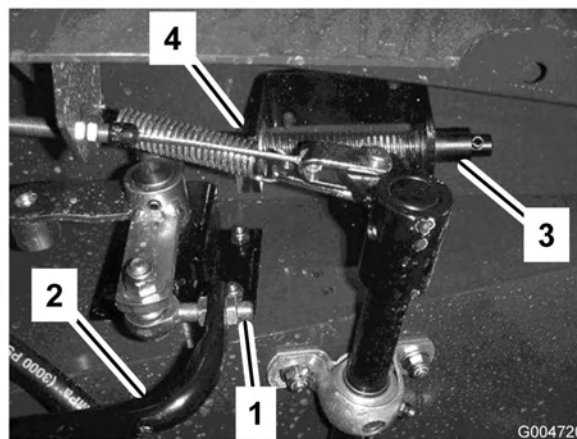

Figure 68
3. Desserrez les écrous de blocage à l'extrémité de la barre et réglez la longueur de la barre de déplacement (Figure 68) pour que la pédale touche la butée quand le levier de pompe arrive au bout de sa course. Resserrez les écrous de blocage.
3. Remplissez le réservoir (Figure 68) d'environ 30 litres d'huile hydraulique (voir Contrôle du niveau de liquide hydraulique).